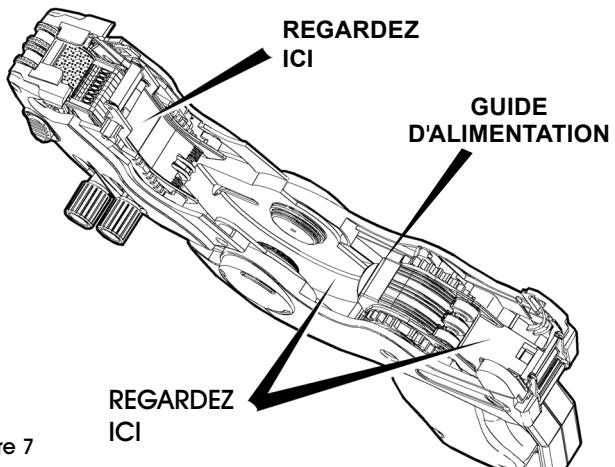

Figure 7
2. Enlevez toute étiquette lâche à l'intérieur de l'étiqueteuse. (Voir Figure 7)